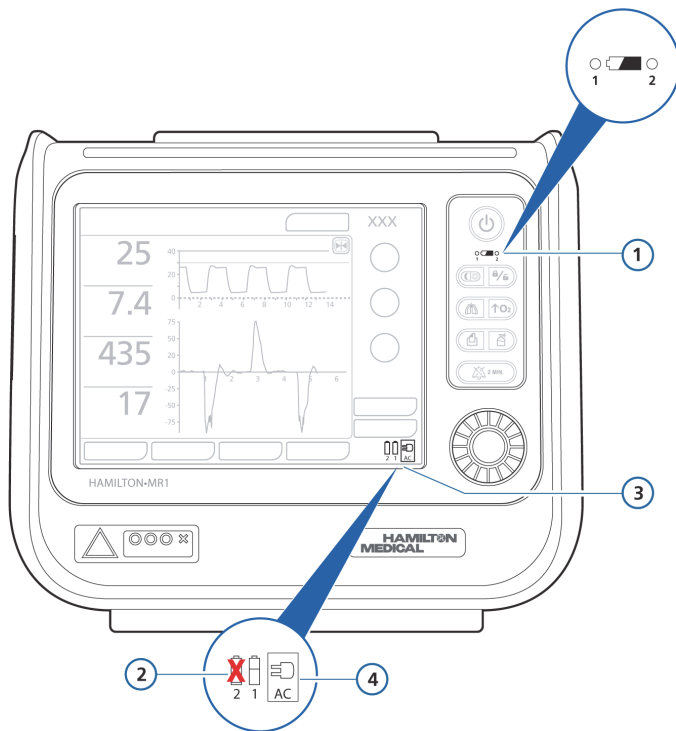

Figura 2-8. Símbolos das fontes de energia e indicador da carga da bateria
O símbolo de energia CA aparecerá no canto inferior direito da tela envolvido por um quadrado. Consulte a Figura 2-8.
- Ao operar o respirador exclusivamente com energia da bateria, controle a carga restante nas baterias. O canto inferior direito do monitor do respirador mostra os símbolos da fonte de energia, que inclui indicadores para os níveis de carga da bateria. Consulte a Figura 2-8.
Cada bateria (1 e 2) tem seu próprio indicador da carga. Consulte a Figura 2-8.